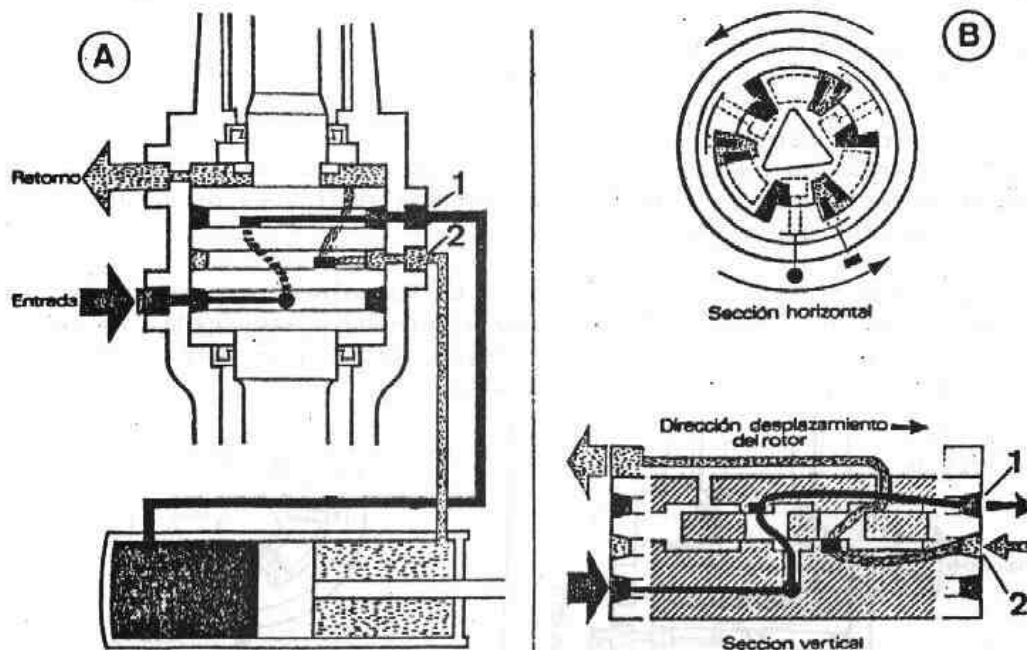

Fig. G2-7 Posición de giro a la izquierda
- 2.3. En la posición de giro a la izquierda (Fig. G2-7), las ranuras radiales llegan a la posición de cierre o cerca al cierre, quedando parcial o totalmente interrumpido el paso de aceite hacia el depósito y canalizándose la presión del fluido hidráulico hacia el conducto (1) correspondiente a la cara de empuje del émbolo, para el giro a la izquierda.